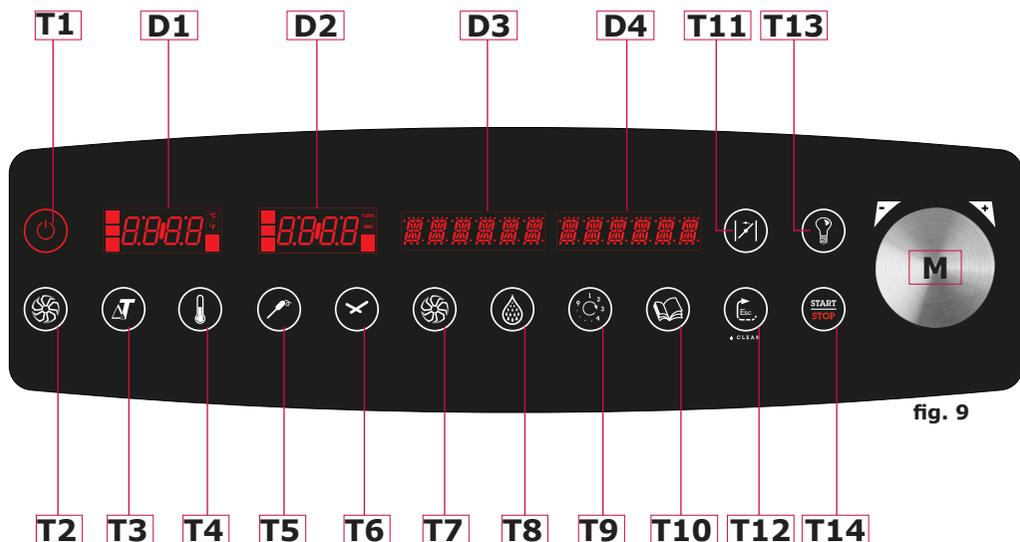

fig. 9
Allumer le four au moyen de la touche de l'interrupteur principal **T1 fig. 9** (page suivante)
Appuyer sur la touche **T2 (fig. 9)** "Start/Stop".
- Les lumières dans la chambre de cuisson s'allument en appuyant sur la touche prévue à cet effet **T5 (fig. 9)** et après 45 secondes, si elles ne se sont pas éteintes avant, en appuyant à nouveau sur la touche elles s'éteindront automatiquement.
En appuyant pendant 3 secondes sur la touche **T1** (**fig. 9**) on peut allumer et éteindre le four. Lors de l'allumage le four est en stand-by en attente de la saisie des paramètres de cuisson.